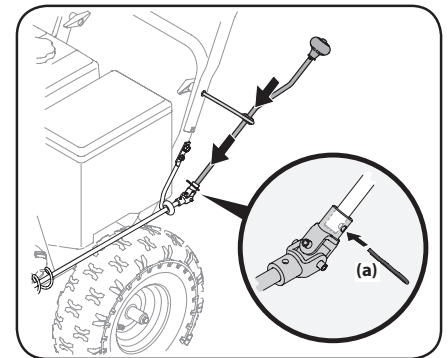

Figura 2-15
2. Inserte el conjunto del control direccional del canal que no está sujeto en el perno de ojo en el lado izquierdo del conjunto de la manija. Consulte Figura 2-15.
3. Se deben alinear los orificios que están en el extremo del conjunto del control direccional del canal que no está sujeto con los orificios de la junta universal que está sujeta al conjunto del control direccional del canal inferior. Inserte el pasador de chaveta (a). Consulte Figura 2-15. Si es necesario, se puede ajustar el soporte que sujeta el conjunto del control direccional del canal inferior a la base del canal. Consulte Ajuste del soporte del canal en la sección Servicio de la página 10.